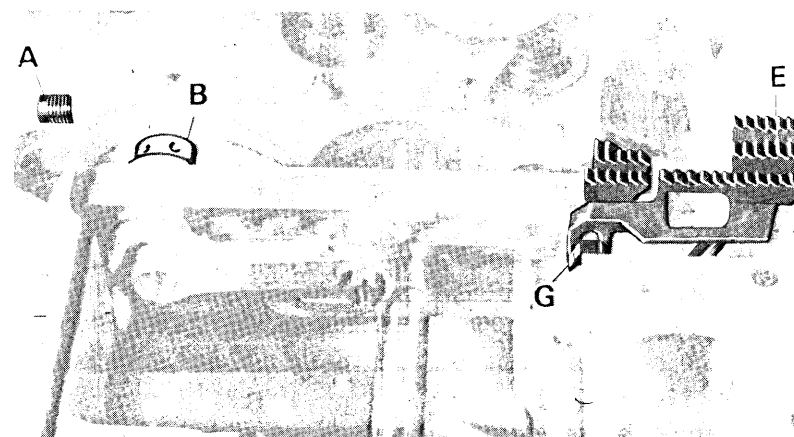

fig. 10
- Montare la griffa anteriore differenziale E con la vite G senza bloccarla (fig. 10)